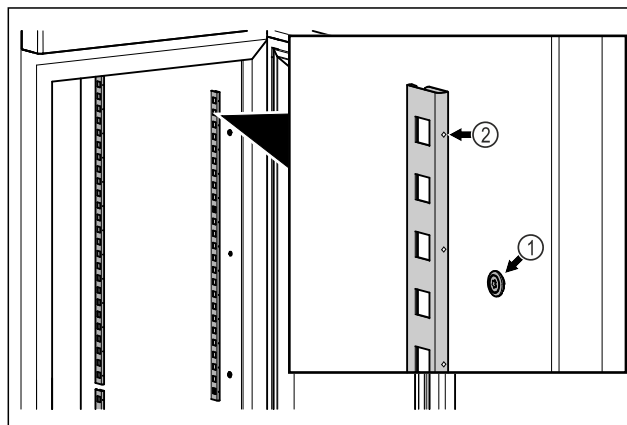

Fig. 83 Ilustrační zobrazení
- ▶ Zahákněte zářkové lišty do zavěšení Fig. 83 (1). Označení Fig. 83 (2) musí směřovat dopředu.